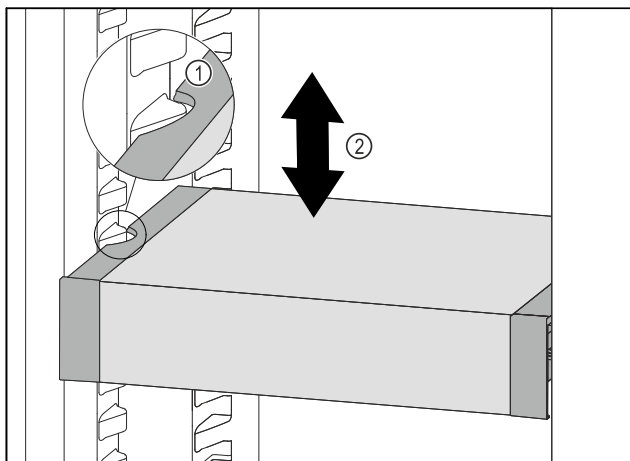

Fig. 100
- VarioSafe vucite prema naprijed sve dok se bočni otvori VarioSafe ladice ne nađu na visini žlijeba spremnika u hladnjaku. Fig. 100 (1)
- Pomičite ladicu VarioSafe u hladnjaku prema gore ili dolje sve dok ne dosegnete željenu visinu. Fig. 100 (2)